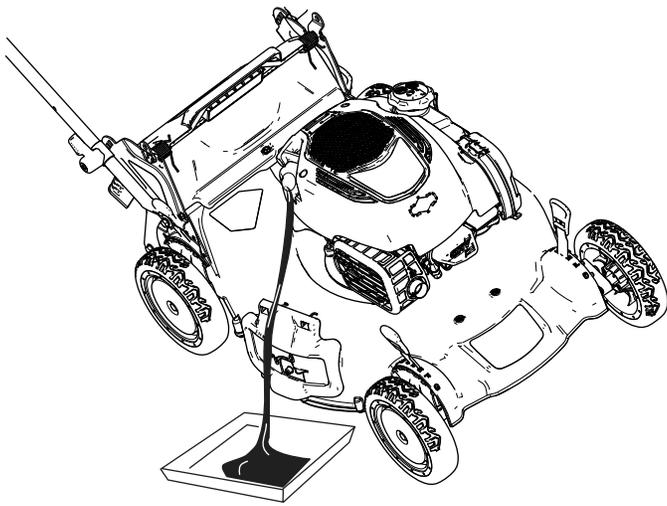

Figura 30
4. Ponga la máquina de lado (de modo que el filtro de aire quede hacia arriba) para drenar el aceite usado a través del tubo de llenado de aceite (Figura 30).